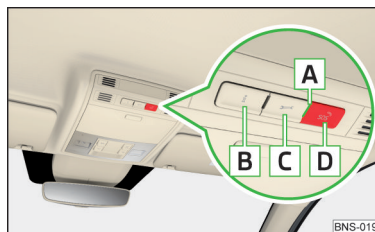

Fig. 157
Voyants et touches système » fig. 157
- ▶ Maintenir la touche **[B]** ou **[C]** » fig. 157 enfoncée (l'établissement de la connexion peut être **annulé** en appuyant à nouveau sur la touche).
La **fonction du système** est affichée après activation du contact par le voyant **A** » fig. 157.